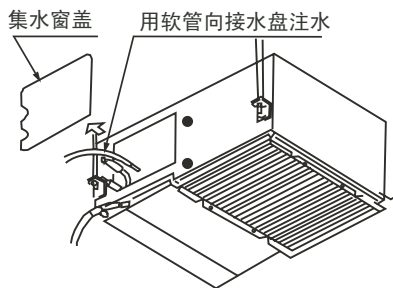

图 4.3 排水确认
- 1) 利用注水管向接水盘注水500~1000ml（见图4.3）。